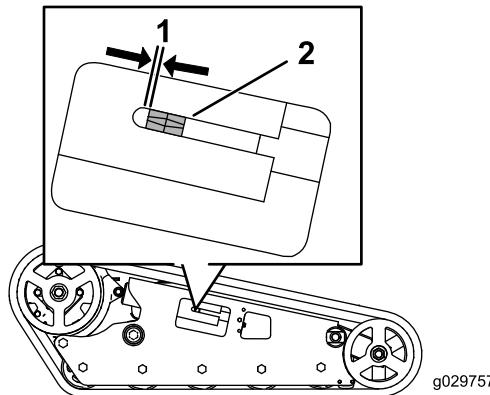

Figure 54
L'écrou de tension doit se trouver à 0,64 cm de distance par rapport à la tangente de la fente du tube de tension (Figure 54). Si ce n'est pas le cas, réglez la tension des chenilles comme suit :
4. À l'aide d'une douille d'entraînement de 13 mm, tournez la vis de tension dans le sens antihoraire jusqu'à obtention d'un espacement de 0,64 cm entre l'écrou de tension et l'arrière du tube de tension, comme montré à la Figure 54.
10. Tournez la vis de tension dans le sens antihoraire, de manière à obtenir un écartement de 0,64 cm entre l'écrou de tension et l'arrière du tube de fourche (Figure 54).
10. Tournez la vis de tension dans le sens antihoraire, de manière à obtenir un écartement de 0,65 cm entre l'écrou de tension et la tangente de la fente du tube de tension (Figure 54).